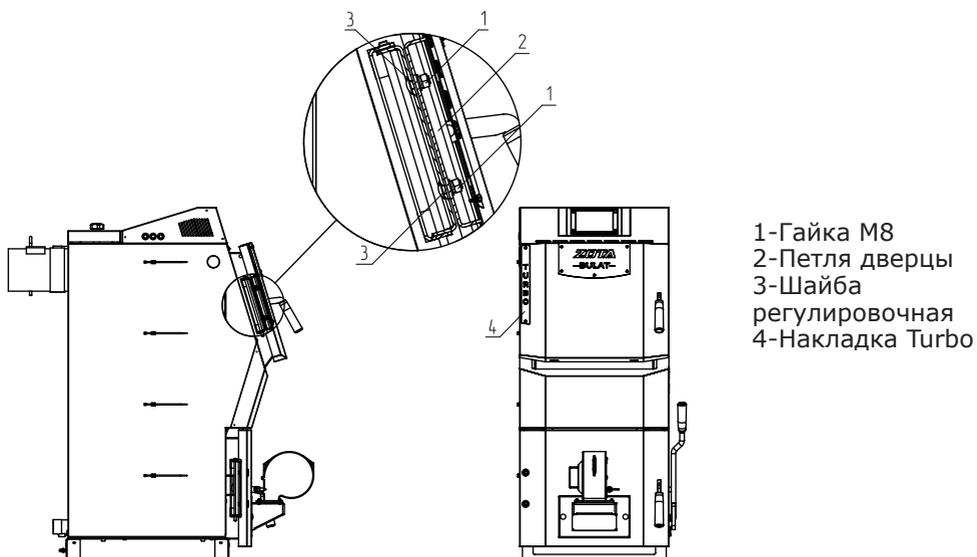

Рис. 8 Регулировки петли дверцы
7.5.12. Дверь загрузочная должна плотно прилегать к арке. Со временем уплотнительный шнур теряет свои первоначальные свойства, что приводит к нарушению газоплотности котла, для того что бы откорректировать положения двери необходимо снять накладку «Turbo» (Рис.8 поз.4), через отверстия в обшивке дверец торцевой головкой 13мм произвести регулировку дверцы, открутив гайки М8 (Рис.8 поз.1) и извлечь шайбы регулировочные (Рис.8 поз.3) и закрутить гайки М8. В случае если корректировка положения двери не помогает замените уплотнительный шнур.